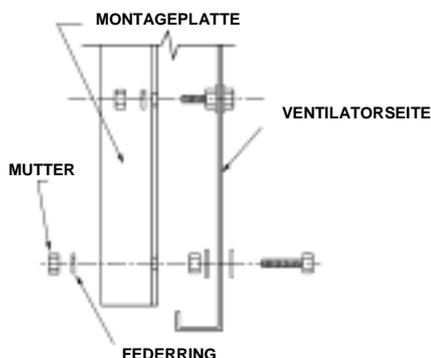

Abb. 21 – Installation - Montageplatte
2. Verschrauben Sie die Montageplatte mittels 8 mm Federring und Mutter am Aggregat (Abb. 21).